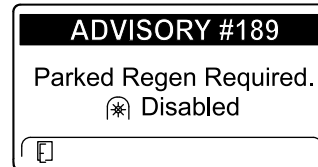

Bild 45
- Wenn Sie eine geparkte Regenerierung nicht innerhalb von zwei Stunden durchführen, wird im InfoCenter „Parked regeneration required – power takeoff disabled ADVISORY #189“ angezeigt (Bild 45).